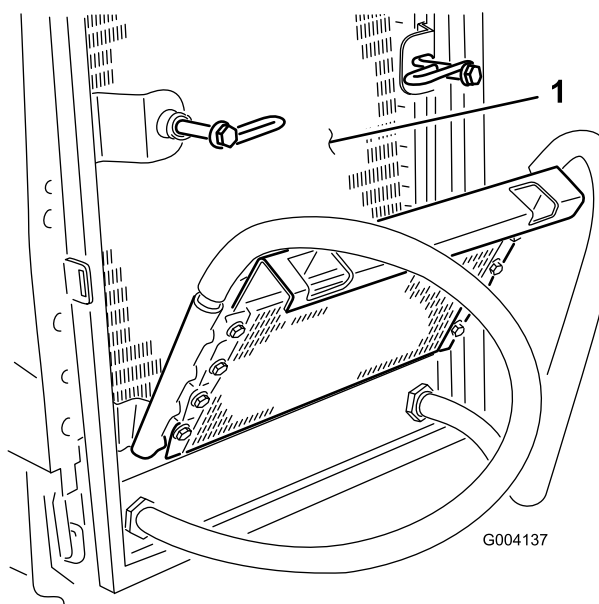

図 62
6. オイルクーラとラジエターの裏表を図 62 圧縮空気ですばりに清掃する。